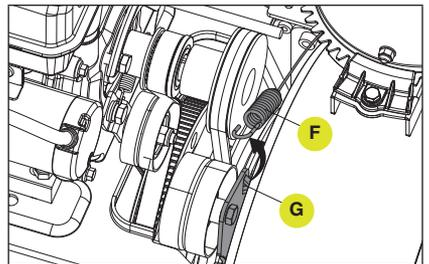

Figure 58
- Décrochez le ressort (F) de la plaque de la tarière (G). (Fig. 58)